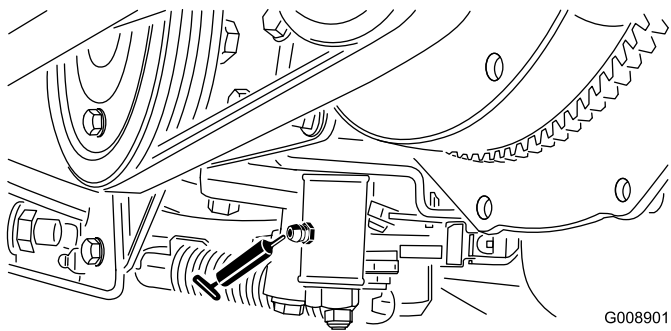

Figura 40
- Mecanismo de ajuste de punto muerto (Figura 40)